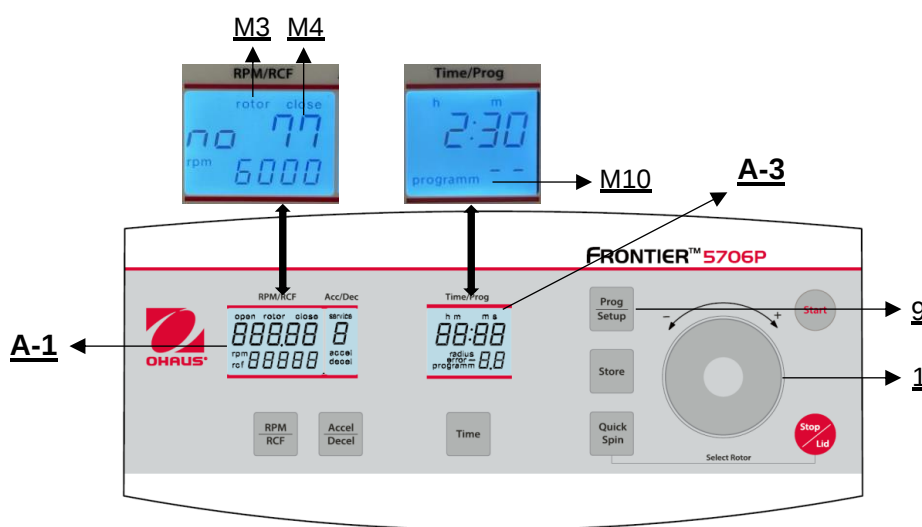

Figura. 24
Per richiamare i programmi memorizzati, premere il tasto **"Prog/Setup"** (9) (vedere Figura 24) quando il coperchio è già chiuso. Sul display **"Time/Prog"** (A-3) appare **"program--"** (M10). Il numero di programma desiderato può essere preselezionato con la rotella (1).
Per uscire dalla modalità di programmazione è sufficiente premere il tasto **"Prog/Setup"** (9) (vedere Figura 24). A questo punto, all'interno del display